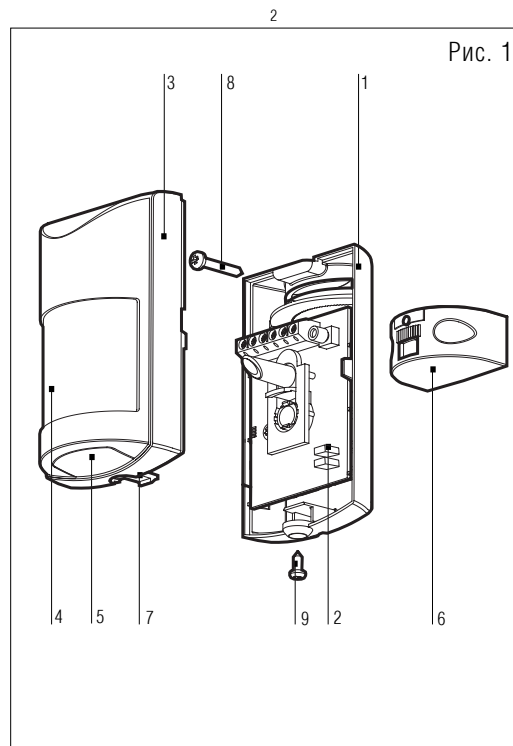

Рис. 2
2. Ослабить шуруп, фиксирующий крепление платы, сопоставить метку с риской, соответствующей высоте установки извещателя (рис.2). Это обеспечит дальность действия извещателя (10+0,1) м. Закрепить плату фиксирующим шурупом.
5. Подключить провода к клеммной колодке (рис. 2). Клеммные контакты «Вскр.» могут быть использованы для подключения: